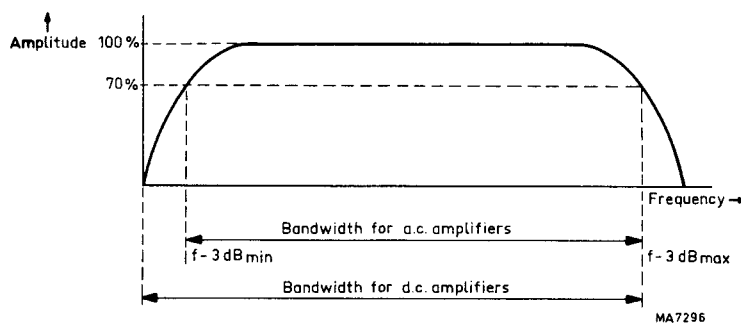

Abb. 2.11. Frequenzkennlinie
2.4.1.2. Bandbreite oder Frequenzbereich (Hz) Siehe Abb. 2.11.